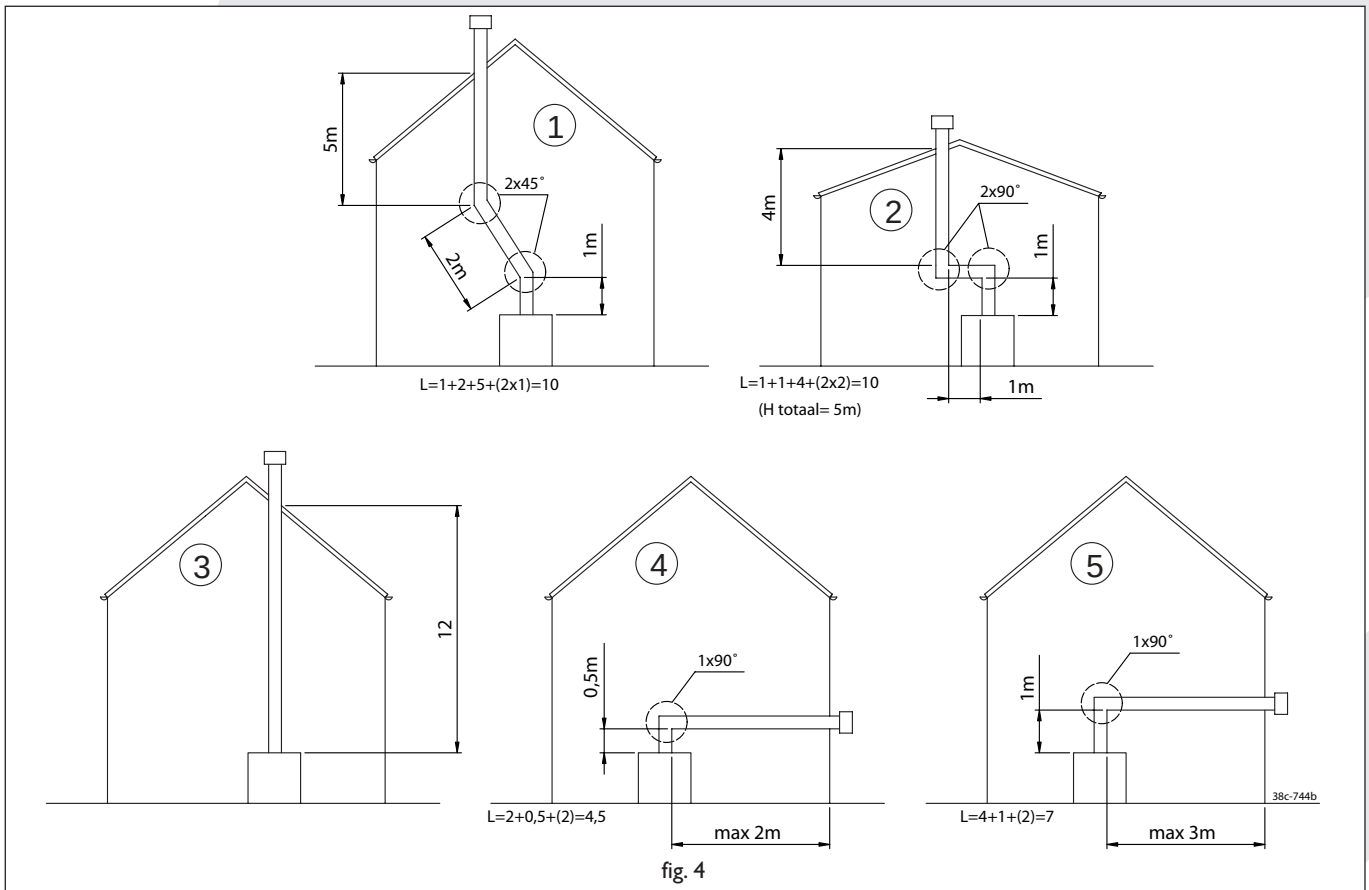

fig. 4
Anschlußmöglichkeiten (Fig. 4)
- Immer erst 1 Meter Rohr vertikal anbringen, ausser Beispiele 4 in Fig. 4.
plus der Länge für die Krümmungen (siehe die 5 Beispiele in Fig. 4).
- Entscheiden Sie sich für eine der Anschlussmöglichkeiten gemäss Fig. 4.